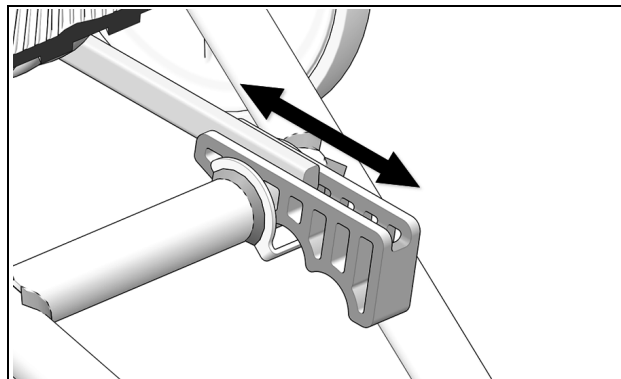

Figure 17
- Positionner le came tendeur au logement de bras de suspension. Glisser la came vers l'avant ou l'arrière à l'ajustement de fermeté de la suspension désiré. Voir Figure 17.